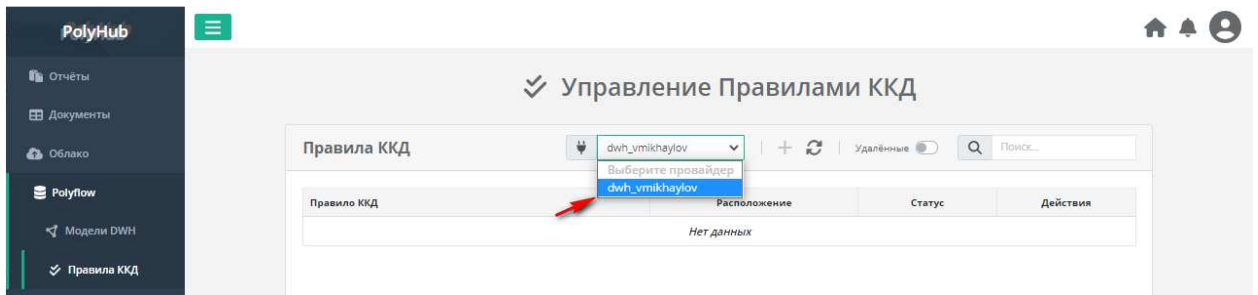

Рисунок 82. Управление правилами ККД
1) Для создания правила контроля качества данных необходимо перейти в пункт «Polyflow/Правила ККД» в левом меню и на открывшейся форме выбрать провайдер с типом DWH (Рисунок 82).